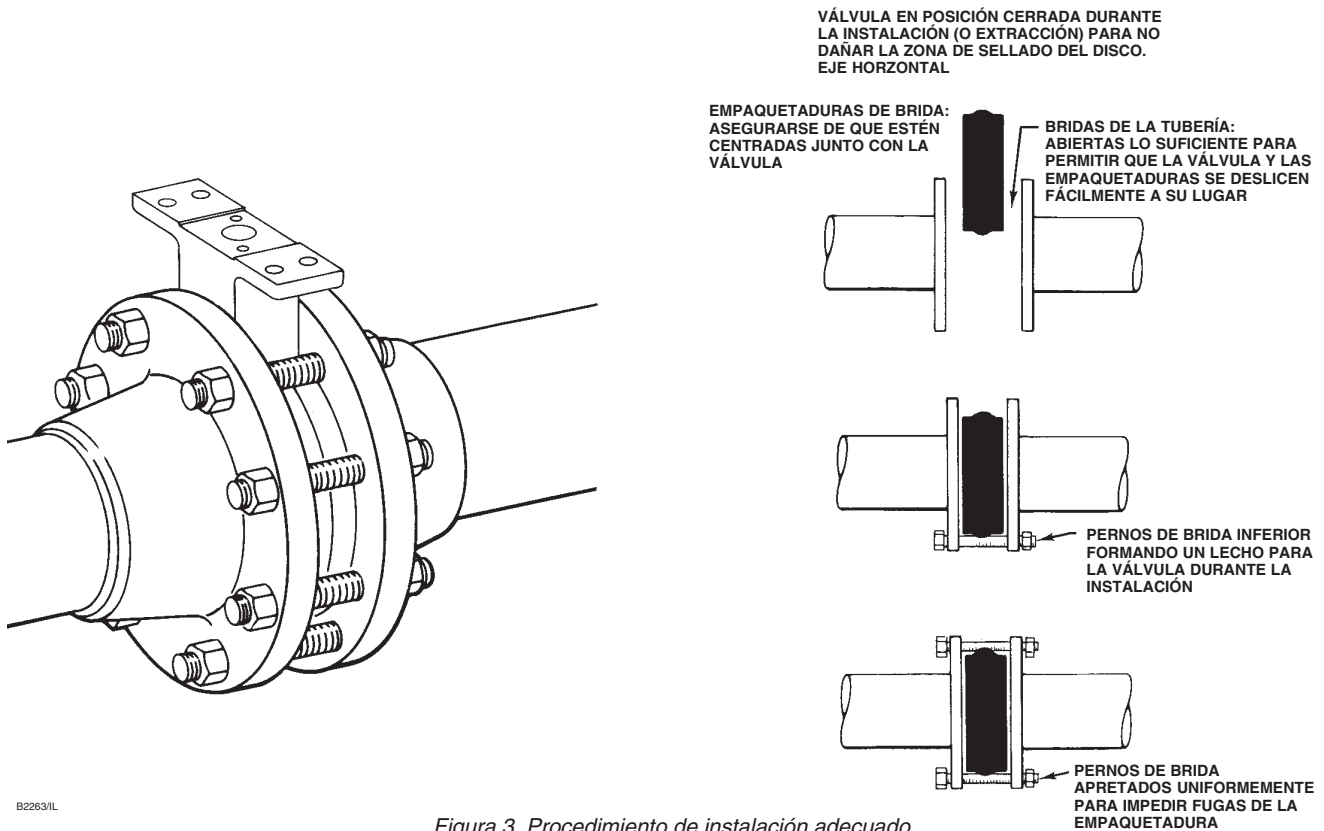

Figura 3. Procedimiento de instalación adecuado
- Ver la figura 3. Instalar primero los pernos de la brida inferior a fin de formar un lecho para la válvula.
7. Antes de retirar la válvula de la tubería, comprobar que el disco de la válvula esté cerrado. Ver la figura 3. Girar el eje en sentido horario hasta que el disco haga contacto con el tope interno o con el tope de carrera del actuador (si todavía está instalado). La S grabada en el eje se debe alinear con la S del cuerpo de la válvula.